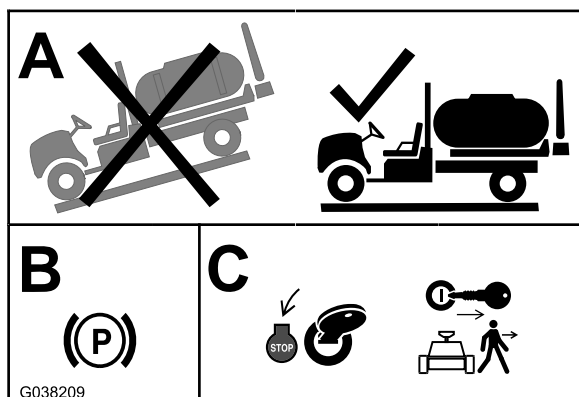

Figura 1
1. Desloque a máquina para uma superfície nivelada (Figura 1).
2. Engate o travão de estacionamento (Figura 1).
3. Desligue o motor do e retire a chave da ignição (Figura 1).